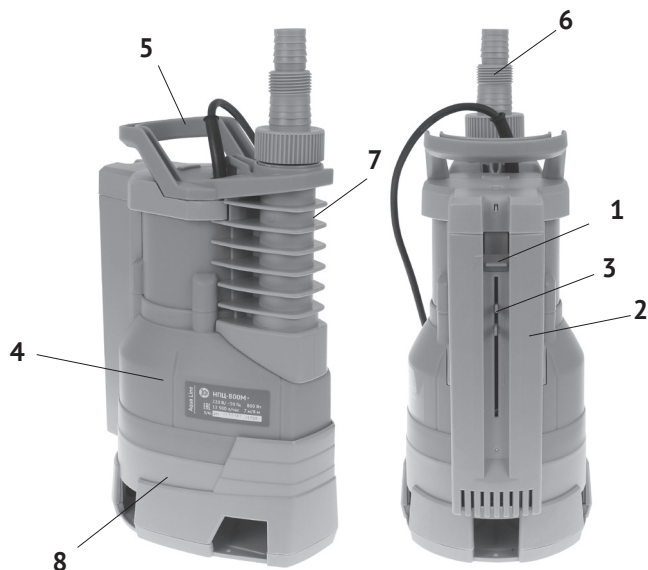

рис.1
Насос предназначен для работы в двух режимах: автоматический и ручной. Установка режима работы осуществляется переключателем (рис.1 поз.1). Он имеет два фиксированных положения: «ручной» и «автоматический». В автоматическом режиме коммутация (включение/отключение) насоса происходит в границах рабочего диапазона установки реле уровня (155 – 235 мм). При достижении встроенным поплавком реле уровня двигатель насоса включается/отключается. В ручном режиме двигатель насоса работает до его отключения вручную.
2.4 Общий вид насоса представлен на рис.1
2.5 Двигатель и насос расположены в пластиковом корпусе (рис.1 поз.4). Поплавковый выключатель, переключатель режимов (рис.1 поз.1) и реле уровня расположены в корпусе (рис.1 поз.2), закреплённом на корпусе насоса.
4.2 Прикрутите к выходному патрубку (рис.1 поз.7) выходной штуцер (рис.1 поз.6). Смонтируйте и присоедините к выходному штуцеру напорную магистраль. Рекомендуется использовать максимально возможный диаметр шланга. При этом не используемые разъёмы можно срезать. При установке насоса для временного использования как правило устанавливаются гибкие шланги, при стационарной установке напорная магистраль собирается из жёстких труб.
Перевести переключатель режимов работы (рис.1 поз.1) в положение «автоматический».
Насос оснащён встроенным поплавковым выключателем, который перемещается внутри корпуса (рис.1 поз.2) вместе с уровнем воды в резервуаре (бассейне, приемке и т.п.). Реле уровня устанавливается перемещением его на нужную высоту рычагом (рис.1 поз.3) в интервале 155 – 235 мм от нижнего края корпуса нагнетателя (рис.1 поз.8). Сравнявшись с реле, встроенный поплавок производит:
4.4 Для установки других пределов регулировки, следует изменить положение реле уровня, передвинув рычаг (рис.1 поз.3) в нужное положение. Проверьте, что уровень воды в пределах поля регулирования по отношению к перекачиваемому объёму, не потребует от насоса 30-ти и более выключений в час. Частые коммутации выключателя сокращают срок службы насоса.
4.5 Если потребуется (заиленное, неровное дно), привяжите верёвку (трос) к ручке (рис.1 поз.5) насоса. Кабель питания можно закрепить на этой верёвке.